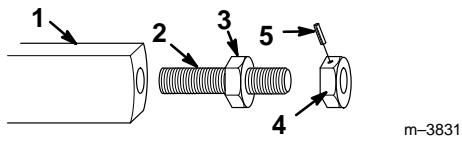

Figure 5
5. Faire une marque de part en part du bout de la tige de réglage et de la face de l'écrou affleurant (Fig. 5) pour pouvoir retrouver la position exacte de l'écrou lorsqu'il faudra le remonter plus tard.
6. Retirer la goupille cylindrique de l'écrou de réglage, puis retirer l'écrou de la tige de réglage filetée (Fig. 5).
7. Visser le long côté de la tige de réglage dans le trou du bout de l'élinde jusqu'à ce que l'écrou soudé à la tige touche l'élinde (Fig. 5).